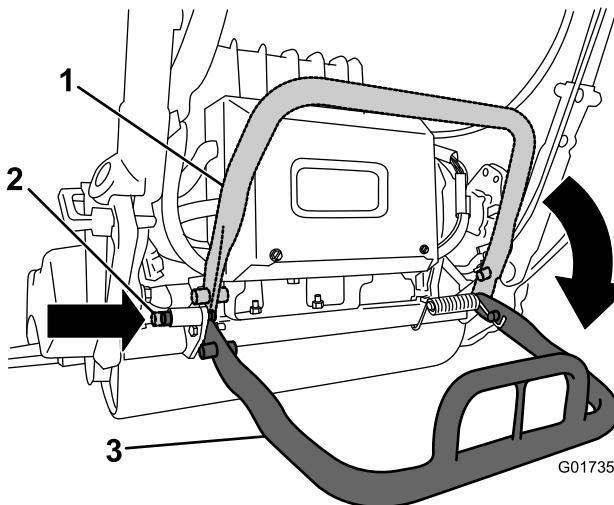

Рисунок 8
2. Опустите откидную опору и вставьте стопорный штифт, чтобы зафиксировать откидную опору в рабочем положении (Рисунок 8).